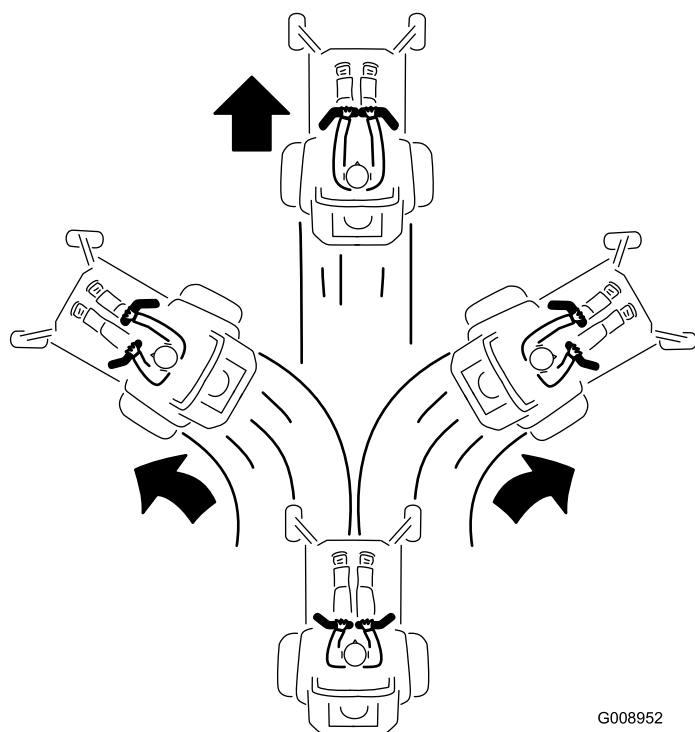

Figura 28
3. Per fare marcia avanti spingete lentamente in avanti le leve di controllo del movimento (Figura 28).